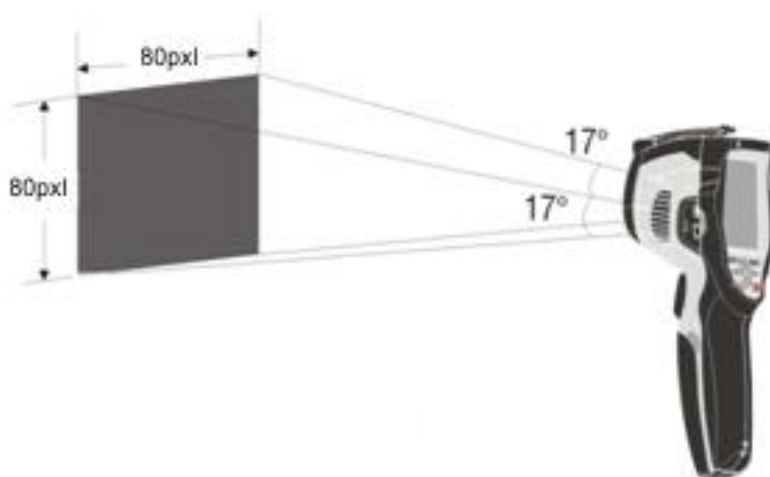

Fig. 35 : Représentation du champ de vision (FOV) de l'instrument (THT45, THT45W)
4. Pour des mesures soignées de la température, s'assurer que la surface de l'objet sous test est toujours plus grande que la surface réellement mesurable par l'instrument exprimée par son champ de vision (FOV = champ de vision). L'instrument THT45W a un champ de vision de 17° x 17° et un vecteur de détection de 80x80 (6 400) pxl (voir Fig. 35) (THT45W, THT45) ou 160x120 (19200)pxl (THT46)